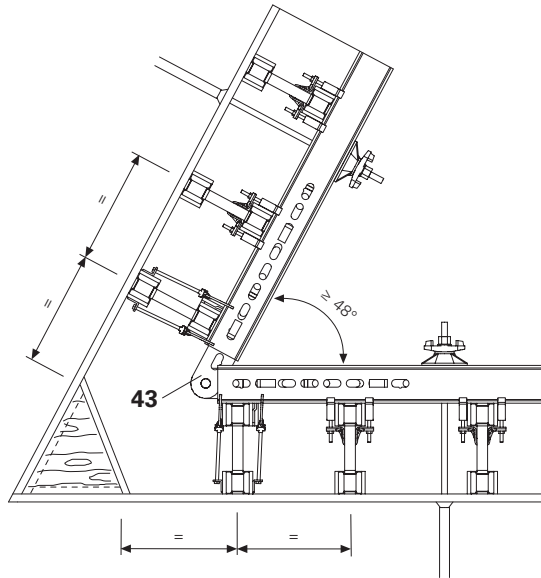

Fig. C2.01
L'éclisse articulée GKZ (43) permet de coffrer tous les angles supérieurs à 48° . (Fig. C2.01)